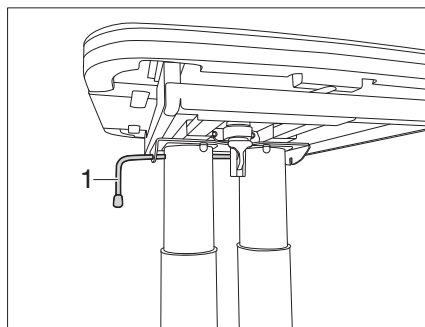

Fig. 111 Bloquear la mesa
- Girar la palanca de bloqueo (Fig. 111,1) hacia la izquierda. El bloqueo está abierto.
- Girar la palanca de bloqueo (Fig. 111,1) hacia la derecha. La mesa elevadora está bloqueada.